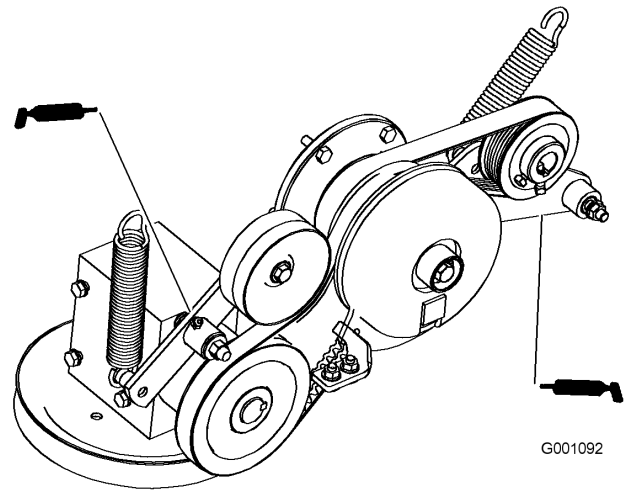

Figure 30
5. Graissez le bras de la poulie de tension de la courroie d'entraînement de PDF (Figure 30).
6. Graissez le bras de la poulie de tension de la courroie de pompe (Figure 30).